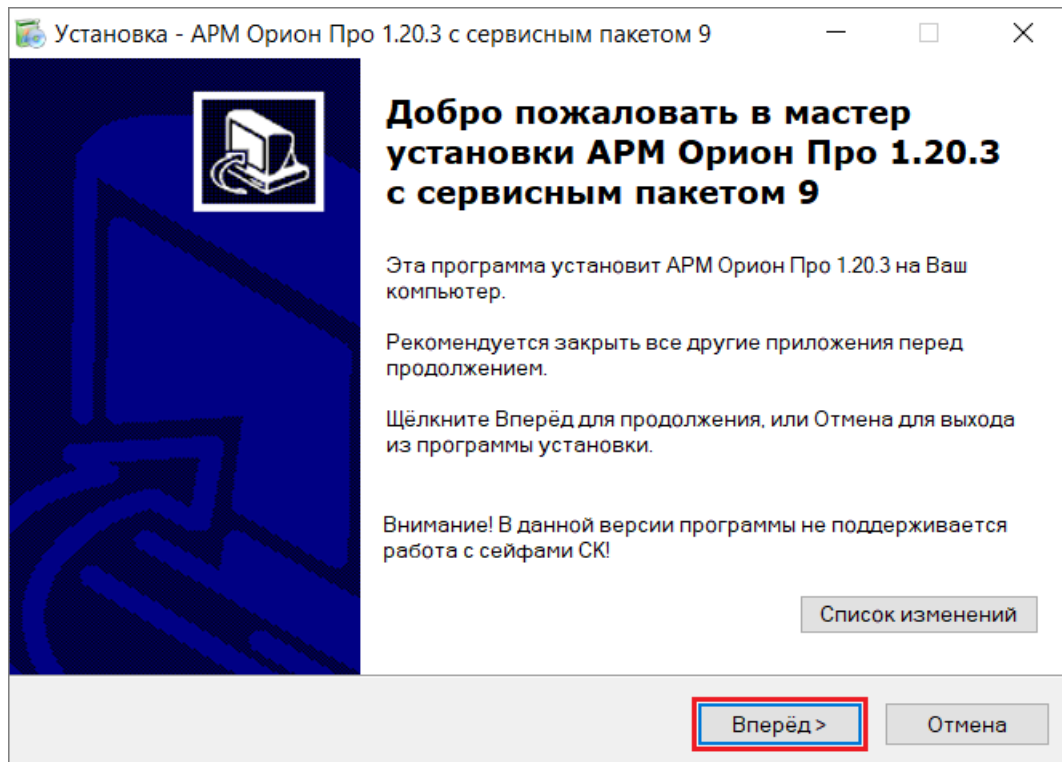

Рисунок 2-2 Стартовое окно Мастера установки ПО
- 2) В открывшемся стартовом окне Мастера установки ПО, при необходимости, нажмите кнопку «Список изменений», чтобы ознакомиться со списком исправлений и дополнений, сделанных в текущей версии ПО. Для продолжения работы Мастера установки ПО нажмите кнопку «Вперёд» (см. Рисунок 2-2);